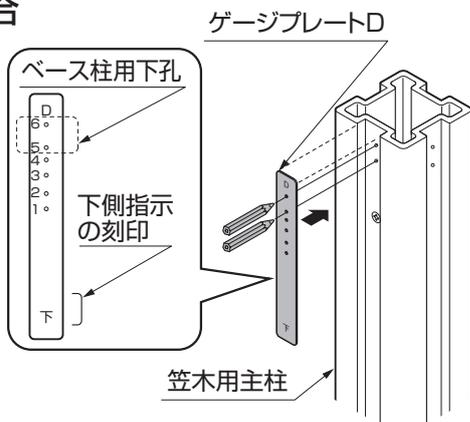

図7-7
- ゲージプレートDには上下があります。「下」と刻印している側を下にしてください。(図7-7参照)